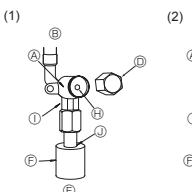

Fig. 5-5
- (1) Lato liquido (Fig. 5-5)
- ① Togliere il cappuccio e girare fino a quando è possibile l'asta della valvola in senso antiorario utilizzando una chiave esagonale da 4 mm. Smettere di girare quando si urta l'otturatore.